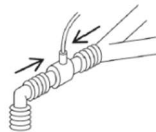

図1
- 図 1 のように、エアアダプタを気管内チューブと人工呼吸器 Y ピースの間の呼吸回路近位端に接続する。